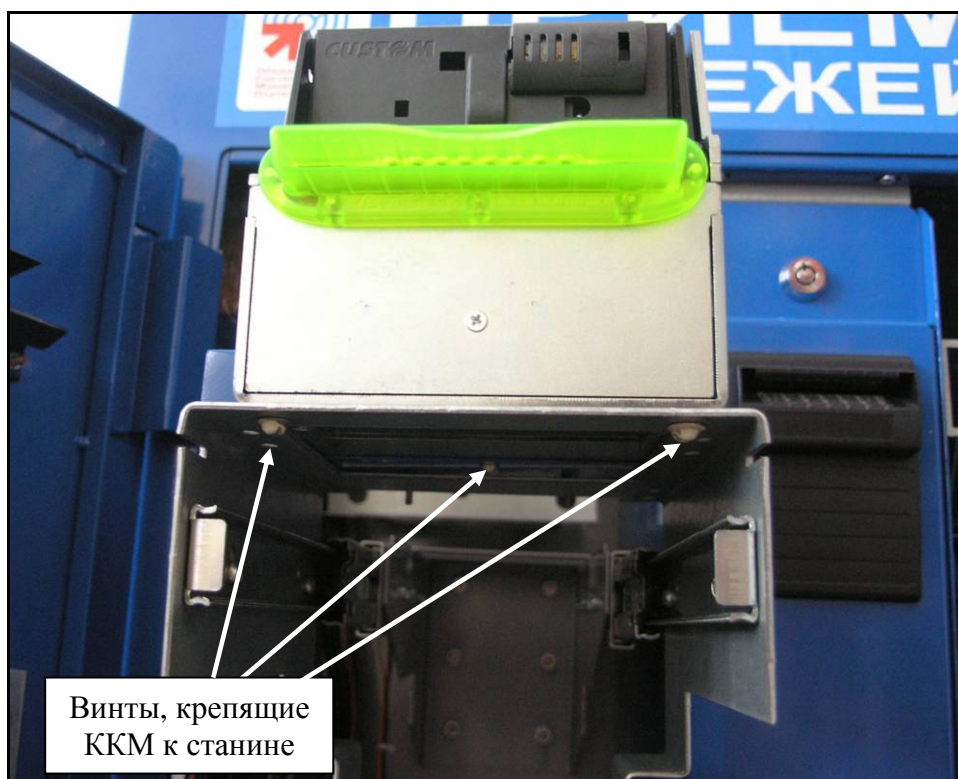

Рисунок 19 – Крепление фискального блока и принтера.
- 4.7. Установите ККМ в АПП. Закрутите три винта (с полупотайной головкой ГОСТ 17474/DIN 964; прямой шлиц; М4х8), крепящие ККМ к станине (см. рис. 19).